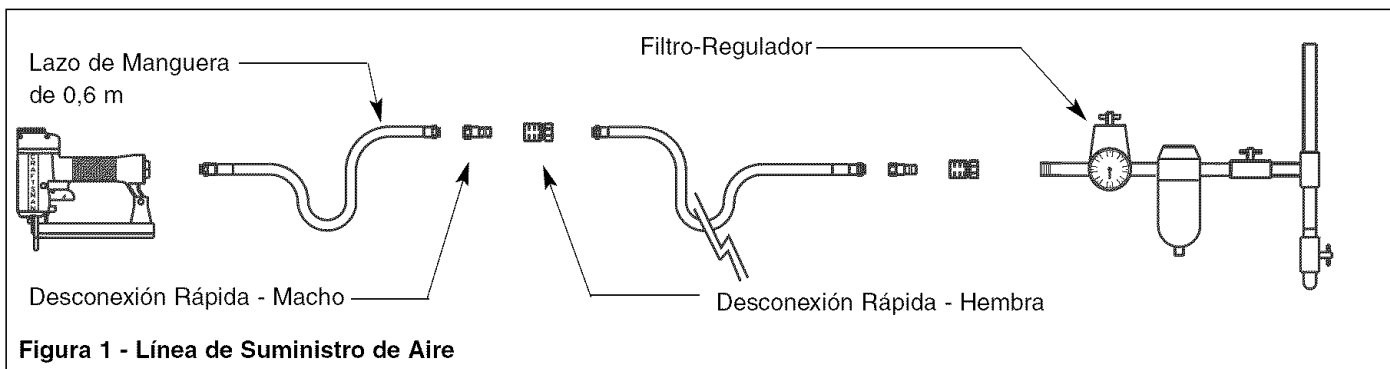

Figura 1 - Línea de Suministro de Aire
Refiérase a la Figura 1 (página 9).
- Se requiere un sistema de filtro-regulador, el cual se debe colocar tan cerca de la herramienta como sea posible (vea le Figura 1, página 9). Recomendamos una distancia no mayor a 4,6 m.